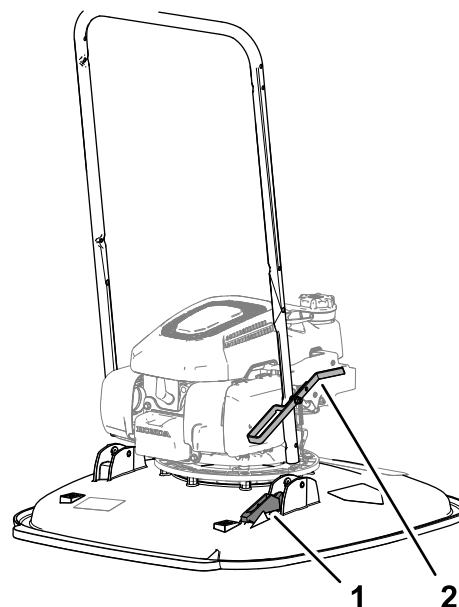

図 6
2. ハンドルバーのフットストップをデッキの上ストップブラケットに合わせる 図 6。